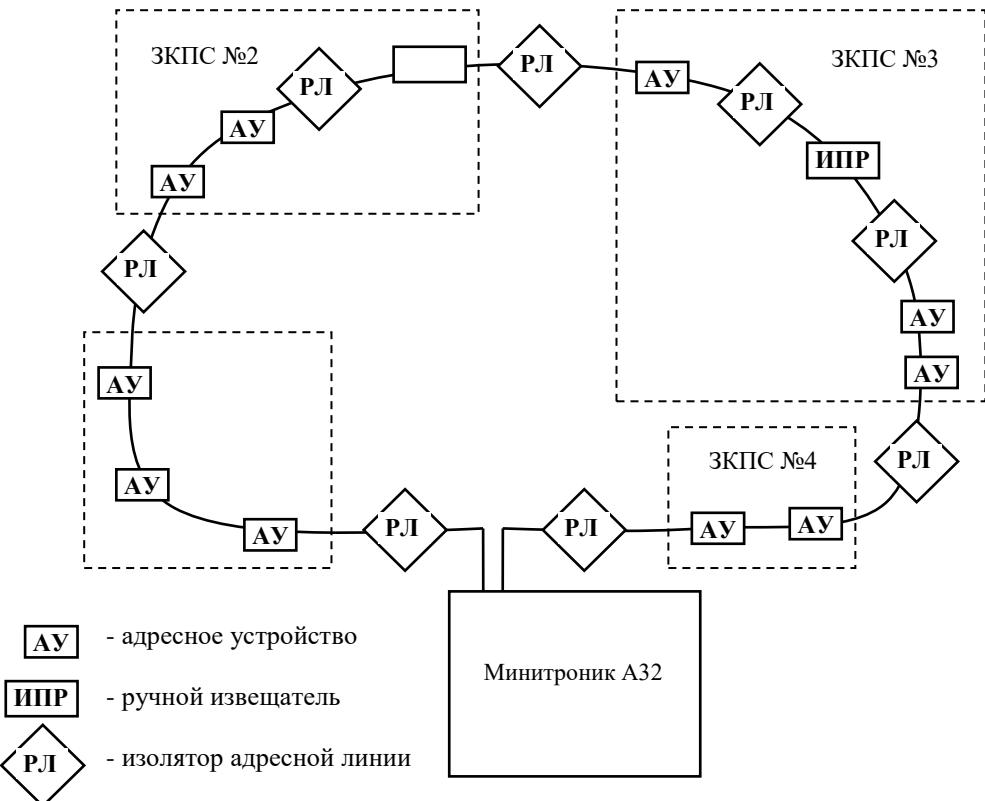

Рис. 6. Архитектура кольцевой адресной линии.
6.1.5. Проложить адресную линию кабелем UTP-1 или UT 505нг(A)-FRLS FE 180 1x2x0,5mm (0,2мм²) или 1x2x0,8mm (0,5мм²), UT 505нг(A)-FRHF FE 180 1x2x0,5mm по оптимальному маршруту так, чтобы максимальное удаление адресных устройств от любой из клемм АПКП по длине адресной линии не превышало допустимого значения, которое в зависимости от количества АУ составляет от 2 до 3 тысяч метров (см. рис.6).
6.2.1. АПКП обслуживает адресные линии, соединенные по лучевой или кольцевой схеме с ответвлениями (см. рис.6,7).